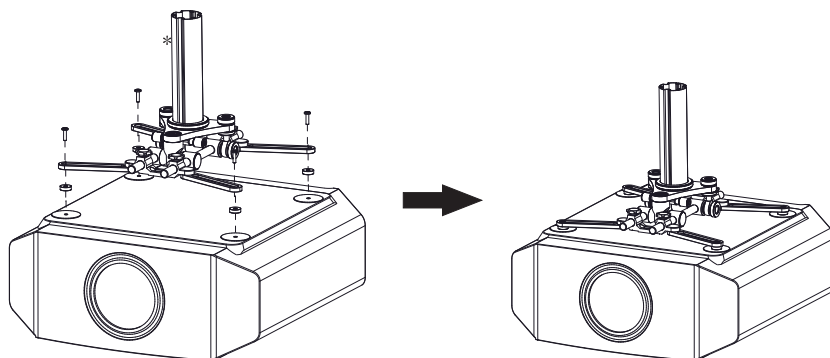

рис. 5
4. Закрепите лапки на проекторе в соответствии с расстоянием между крепежными отверстиями на проекторе (см. рис. 5). В качестве примера приведена стандартная установка проектора на четыре точки крепления.